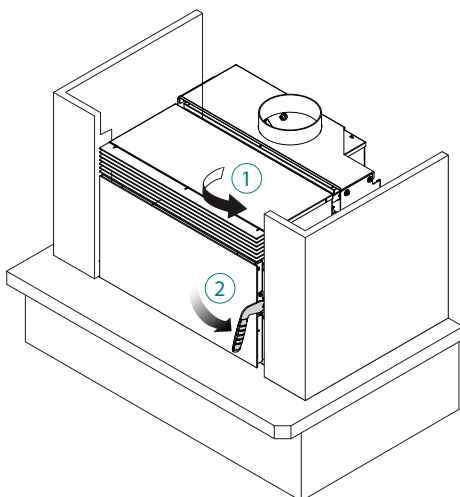

fig. 6.1.14
- 14) Close the the door (fig. 6.1.14)